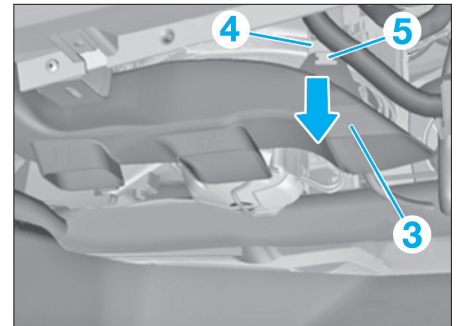

Fig. 40
- Extraire dans le sens de la flèche le canal de chauffage droit (3) de l'espace pour les jambes, de la bride de fixation (4) et le décaler sur le côté (Fig.40).